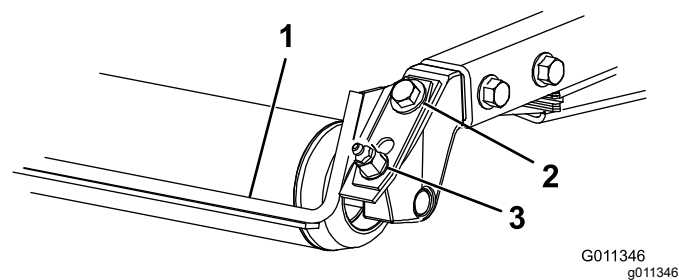

Figura 8
1. Slăbii fittingul de lubrifiere și urubul de montare (Figura 8).